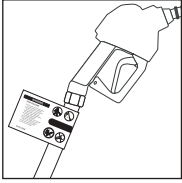

Figure 19
(Ilustración 19)
- Slide fingers down the label toward the hose, clamping the hose with the label. (See Figure 19)
- Deslice los dedos por la etiqueta hacia la manguera, sujetando la manguera con la etiqueta. (Vea la ilustración 19)